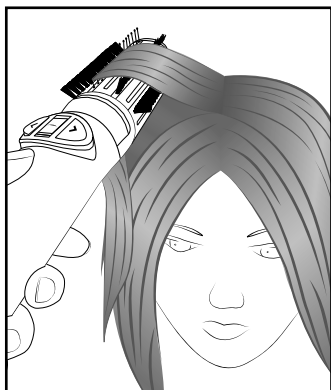

Fig. 2
- ▶ Além disso, também pode obter mais volume na raiz se colocar a escova redonda **8**/**9** diretamente debaixo da mecha, junto à raiz, e a segurar nessa posição durante alguns segundos (ver fig. 2). Realize este passo sem ativar a função de rotação, caso contrário, o cabelo pode ficar preso nas cerdas!